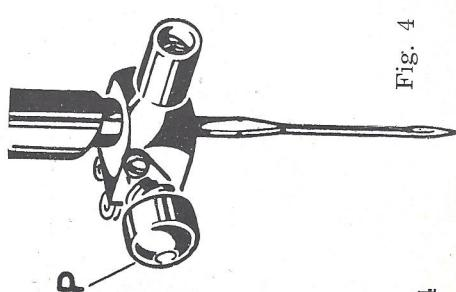

Fig. 4
- apretar el pulsante «P» (fig. 4),